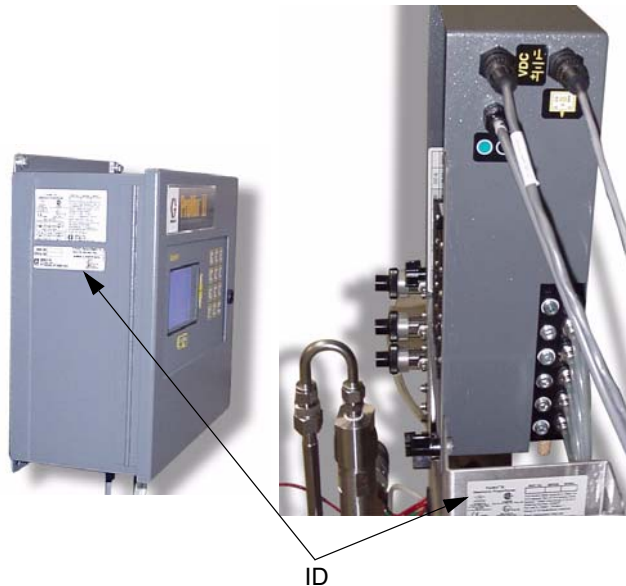

FIG. 6 Pantalla de visualización EasyKey™ y panel de fluido Smart
No instale equipo aprobado sólo para ubicaciones no peligrosas en una zona peligrosa. Vea la etiqueta de identificación (ID) (FIG. 6) de la pantalla de visualización EasyKey™ para obtener la clasificación de seguridad intrínseca de su modelo. Consulte **Modelos ProMix™ II**, página 3. Lea las advertencias, página 6.